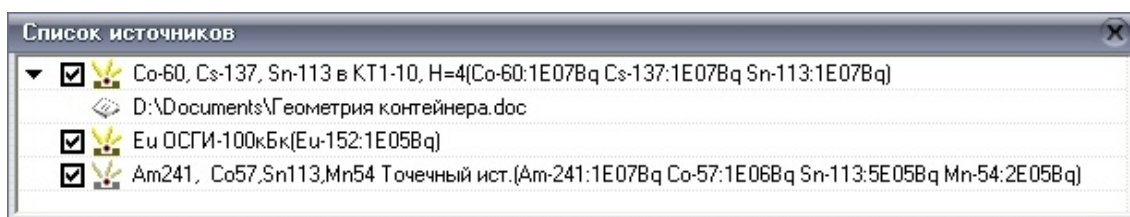

Рис. 2.20 Вікно Список джерел
- Список джерел - відриває вікно Список джерел (Рис. 2.20).